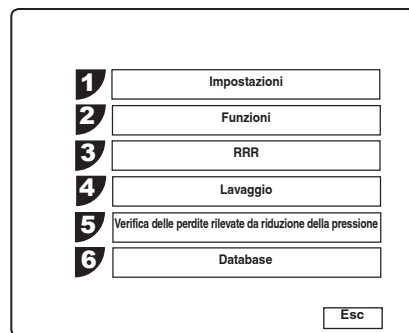

Figura 11
13. Consultare la Figura 11 e selezionare LAVAGGIO dal menu principale. Premere **OK**.